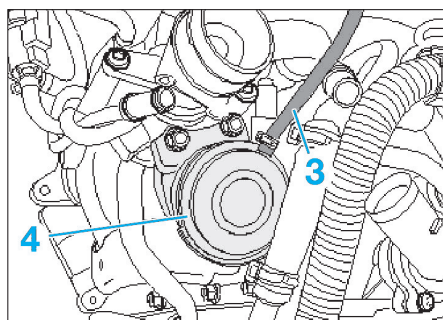

Fig. 59
- Déposer le flexible (3) de la capsule de dépression (4) (Fig.59).